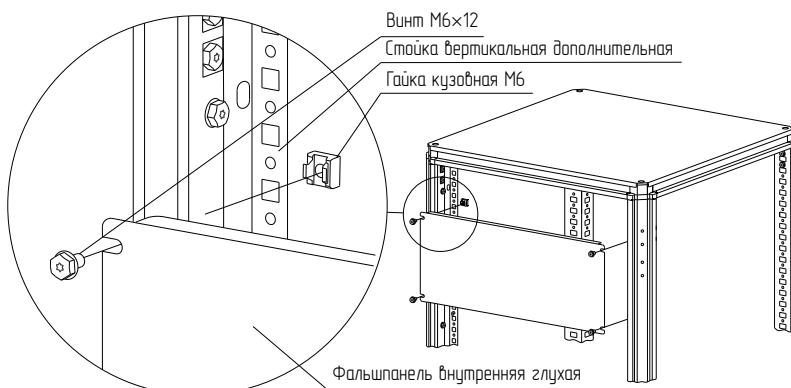

Рисунок 21
– вариант 2. Набором «закладная гайка M6 – винт M6×12 – шайба 6.4». Для этого предварительно установите закладные гайки в квадратные отверстия вертикальных дополнительных стоек и закрепите внутреннюю глухую фальшпанель винтами M6×12 с шайбами 6.4 (Рисунок 21). Момент затяжки – 7 Н·м. Набор крепежа приобретается отдельно.